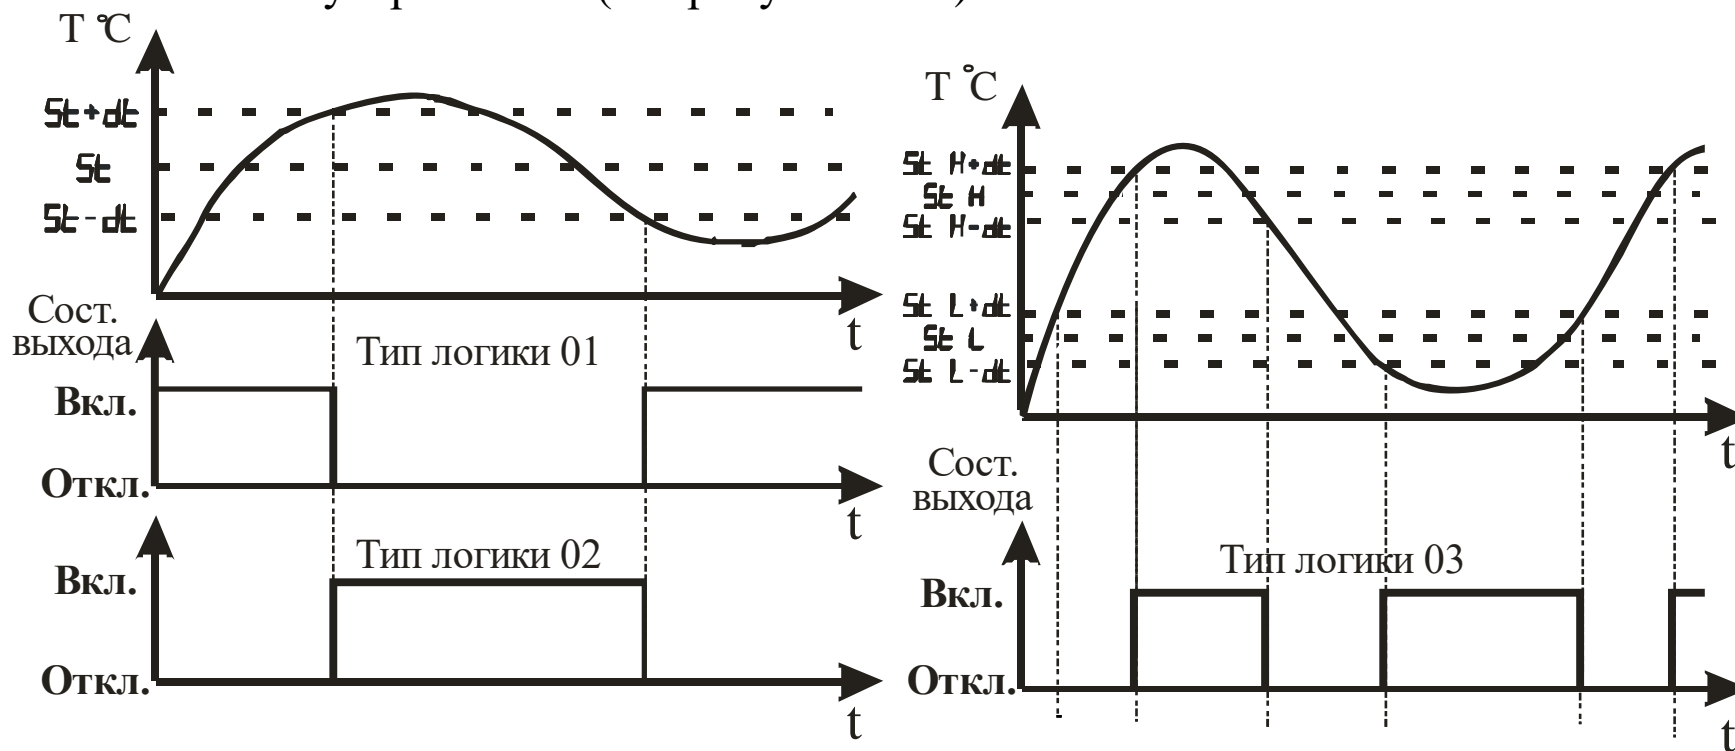

Рисунок 3.18 – Графическое представление типов логики работы выхода
3.3.3.10 Параметр “Тип логики работы прибора” определяет алгоритм управления исполнительным устройством (см. рисунок 3.18).
Тип логики “03” (“U”-образная) применяется при использовании прибора для сигнализации о выходе контролируемого параметра за заданные границы. Если функция изменения температуры пересекает верхнюю границу поля допуска, то выходное устройство включается при $T > St H + dt$, а выключается при $T < St H - dt$. Если функция изменения температуры пересекает нижнюю границу поля допуска, то выходное устройство включается при $T < St L - dt$, а выключается при $T > St L + dt$. Работа выходного устройства разрешается только после первого превышения контролируемой температурой значения $St L + dt$ (см. рисунок 3.18).